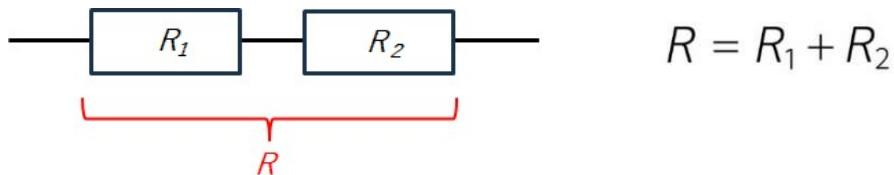

図9-8 抵抗の直列つなぎ
(1) つなぎ方、合成抵抗の計算
- 図9-8のように抵抗を一直線につなげることを抵抗の直列つなぎといいます。
- 図9-8で R_1 と R_2 を1つの抵抗と見なした合成抵抗を R とすると、 R は R_1 と R_2 の和で表せます。
- ① () 図 9-8 で $R_1=10\Omega$ 、 $R_2=5\Omega$ のとき、合成抵抗 R は 15Ω である。 こうせいていこう
- ② () 図 9-8 で $R_1=10\Omega$ 、 $R_2=500m\Omega$ のとき、合成抵抗 R は 15Ω である。 こうせいていこう
- ③ () 図 9-8 で $R_1=70m\Omega$ 、 $R_2=80m\Omega$ のとき、合成抵抗 R は $150m\Omega$ である。 こうせいていこう
- ④ () 図 9-8 で $R_1=2\Omega$ 、 $R_2=2\Omega$ のとき、合成抵抗 R は 4Ω である。 こうせいていこう
- ⑤ () 図 9-8 で $R_1=8\Omega$ 、 $R_2=2\Omega$ のとき、合成抵抗 R は 1.6Ω である。 こうせいていこう